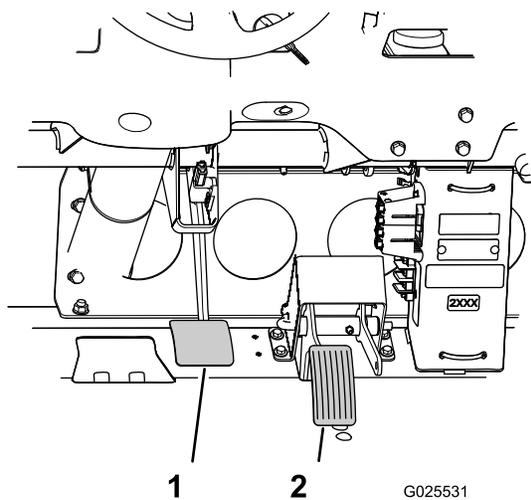

Рисунок 77
3. Поднимайте педаль тормоза, (Рисунок 77) пока она не коснется рамы.